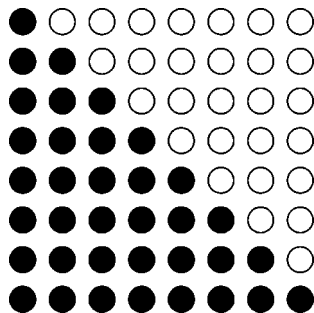

图 2-12 LED 闪烁效果图
2. 将LED模块与主机模块的P3口进行连接,按照图2-12控制LED点亮.